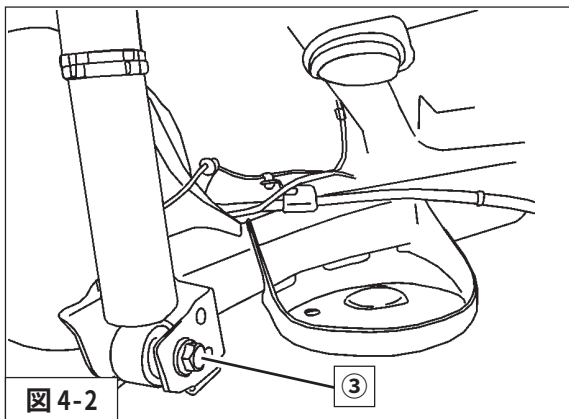

図 4-2
③ダンパーロア取付ナットを仮締めしてください。（図 4-2）